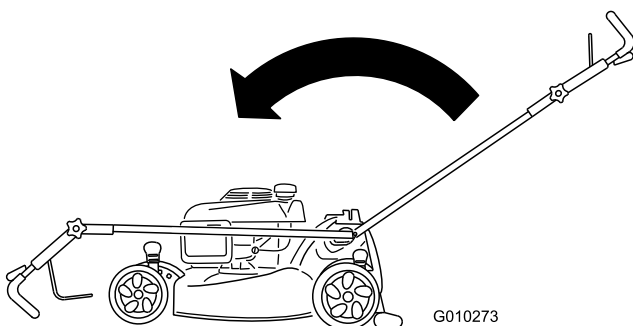

Bild 50
2. Schieben Sie den Griff ganz nach vorne und lösen Sie das obere Griffhandrad (Bild 50).